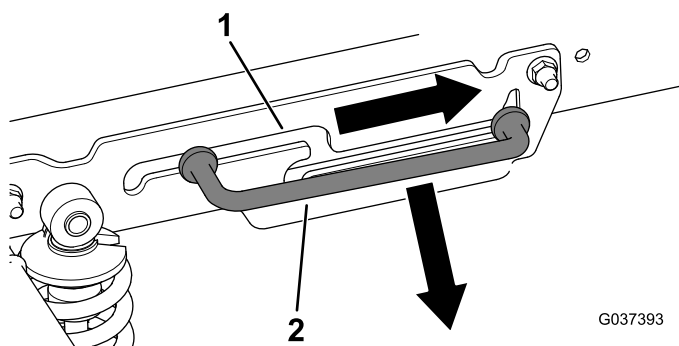

Figura 3
3. Deslice hacia fuera la varilla de sujeción hasta que se salga de la muesca y retire la varilla (Figura 3).